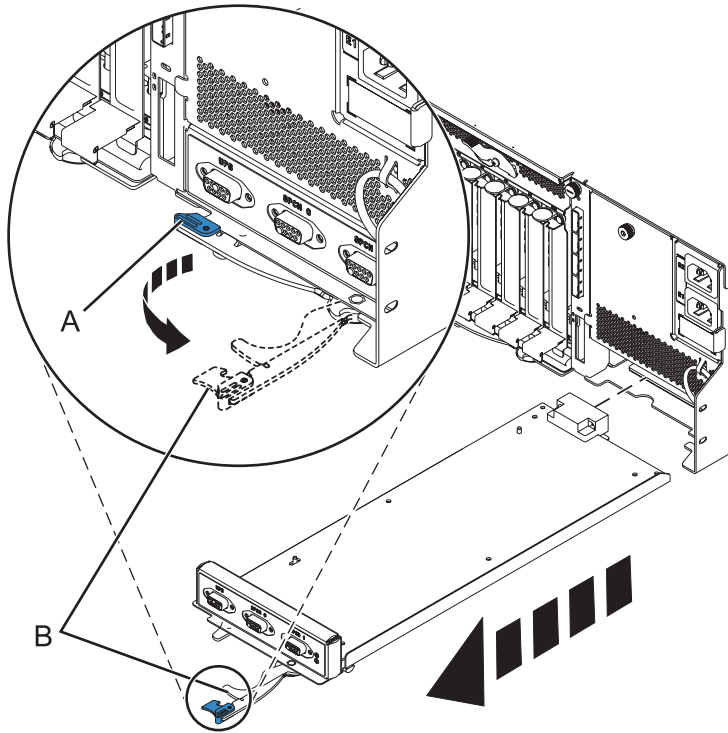

Figure 67. Retirer le contrôleur de gestion du boîtier
- b. Pincez le loquet (A) pour déverrouiller le levier (B). Pour plus d'informations, voir figure 67, à la page 87.